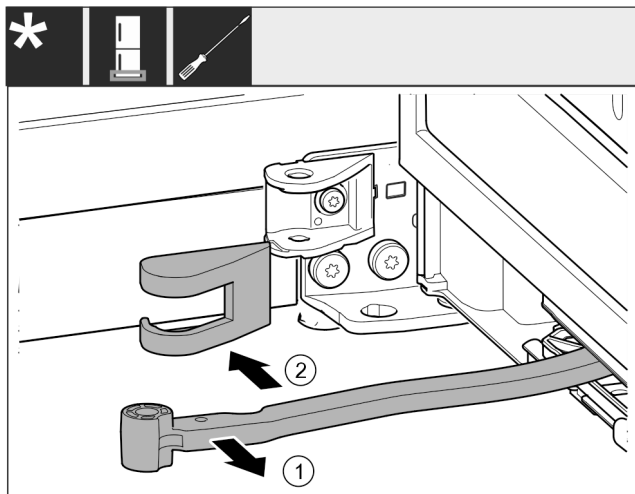

Fig. 16
- ▶ Klb otočte v smere dverí. Fig. 16 (1)
- ▶ Vyberte kryt ložiskovej konzoly. Fig. 16 (2)